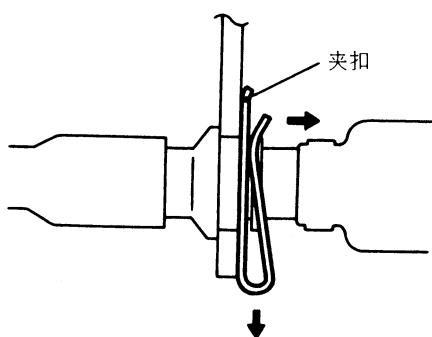

图 3-26 拆卸夹扣
(1) 拆卸夹扣时, 如图 3-26 所示, 张开夹扣的尾部将其拆卸。